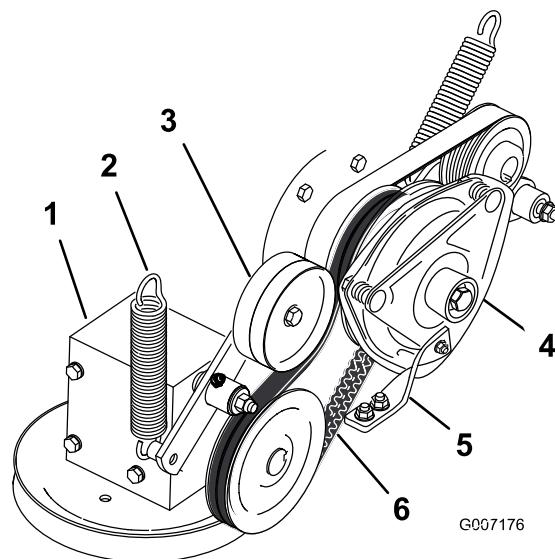

Figure 89
4. Débranchez le ressort du bras de la poulie de tension (Figure 89).
7. Montez la nouvelle courroie d'entraînement de PDF autour de la poulie d'embrayage et de la poulie du boîtier d'engrenages (Figure 89).
9. Raccrochez le ressort au bras de la poulie de tension (Figure 89).